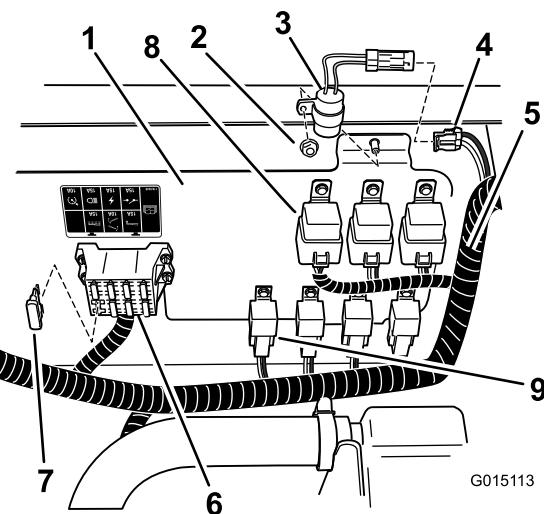
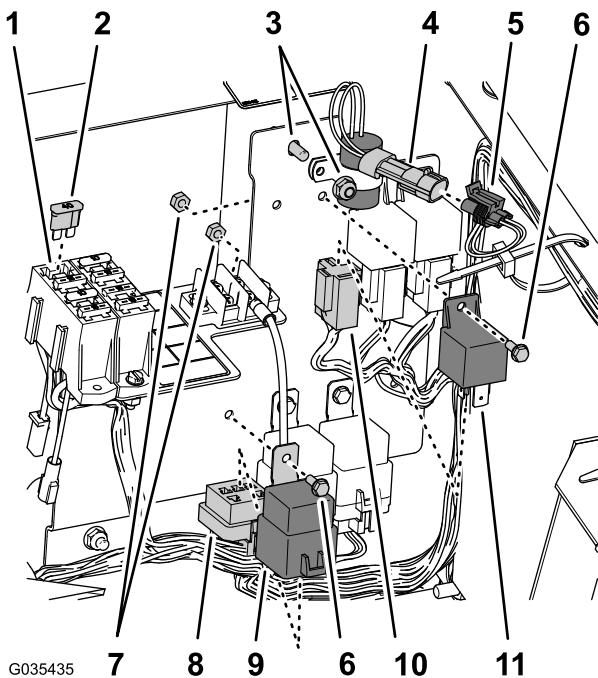
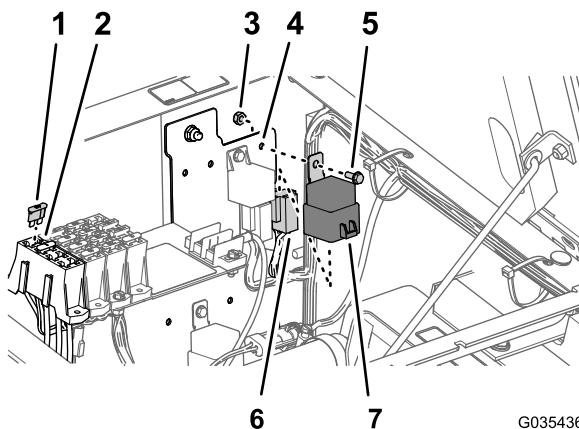

Figura 26
Figura 27
Figura 28
- Instale el temporizador de retardo en la posición mostrada en Figura 26 o Figura 27 con la contratuerca desde el panel eléctrico.
- Conecte el temporizador en el conector hembra de 2 vías etiquetado como temporizador de retardo del arnés de cables de la máquina (Figura 26 o Figura 27).
3. Instale un fusible (40 A) en la ranura abierta del bloque de fusibles, según se muestra en la Figura 26, la Figura 27 o la Figura 28.
4. Posicione el relé y el relé de potencia junto a los otros relés del mismo tipo y sujetelos al panel (Figura 26, Figura 27, o Figura 28) con los 2 pernos con bridadas (Nº 10-24 x 1/2") y 2 contratuercas (Nº 10-24).
5. Localice los conectores hembra de 4 vías y el conector hembra de 5 vías en el arnés principal y conéctelos al relé (4 pines) y al relé de potencia (5 pines), tal y como se muestra en la Figura 26, la Figura 27 o la Figura 28.